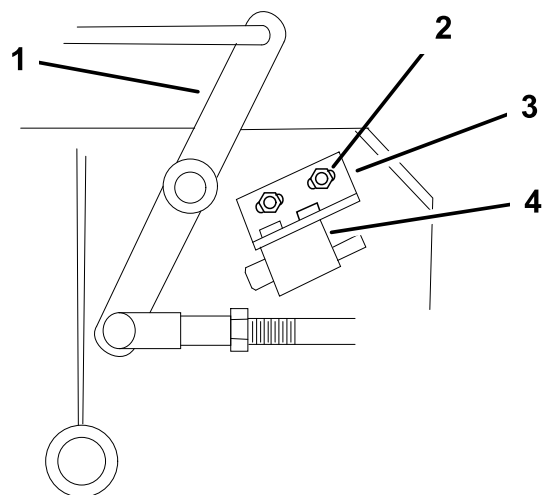

Figura 43
- Si es necesario, ajuste el interruptor de seguridad de la cuchilla aflojando los pernos que sujetan el soporte del interruptor (Figura 43).
Nota: Asegúrese de que la palanca acodada **no** toca el cuerpo del interruptor, porque esto podría dañar el interruptor (Figura 43).